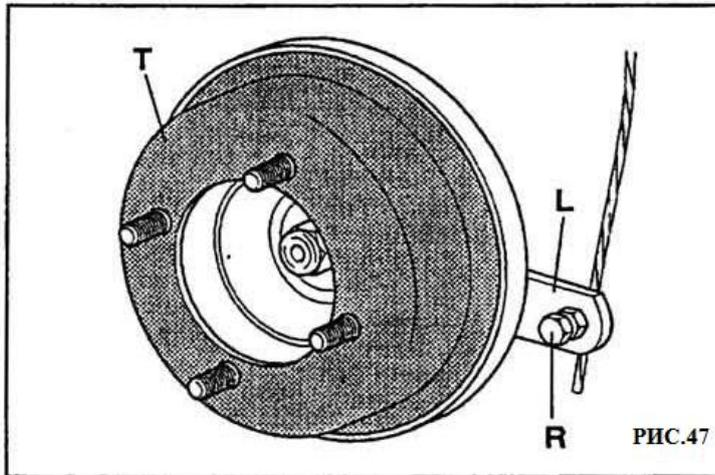

РИС.47
- 6) Разберите ступицу колеса **М**, путём снятия конического ключа. Смонтируйте колёсный барабан **Т** (Рис.47).
- 8) Смонтируйте тормозной тросик и оболочку, закрывающую тросик в зажим **Р** (Рис.47), который вставлен в контрольный рычаг **Л** открытого тормозного башмака.